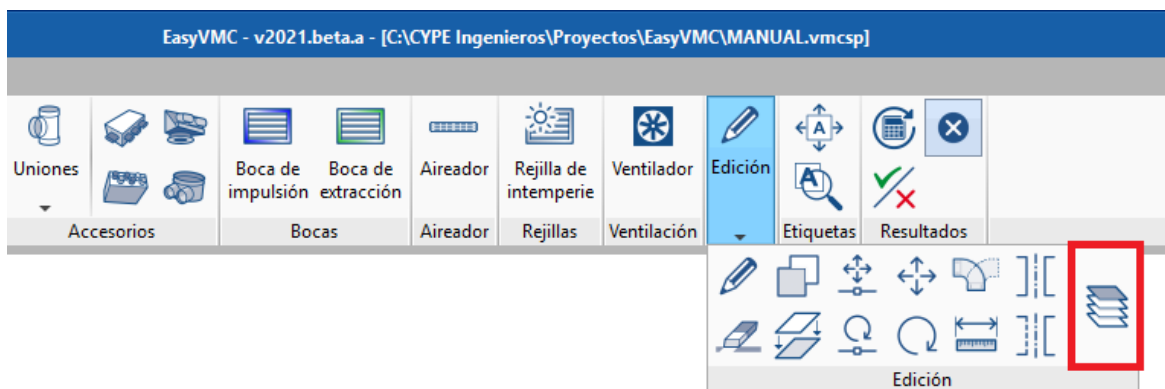

Figura 5-3 Planos de planta visibles
3. Mostrar la red horizontal en la planta de origen (Figura 5-3 Planos de planta visibles) para ubicar el conducto vertical.